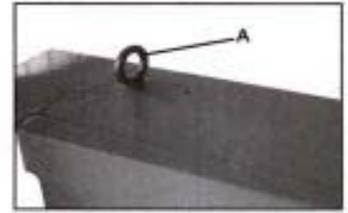

Fig. 1
- a). Pour déplacer la machine, soulevez-la par l'anneau de levage prévu à cet effet (A, Fig. 1).